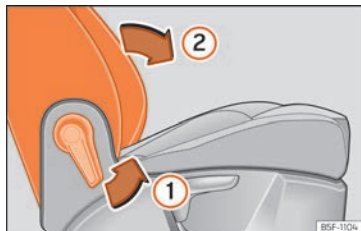

Fig. 161 Asiento del acompañante: palanca para abatir el respaldo.
- Tire de la palanca (1) » fig. 161 y empuje el respaldo hacia adelante (2) de forma que el respaldo quede en posición horizontal.